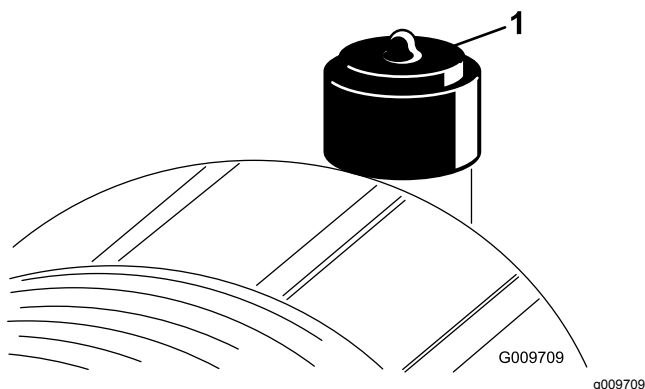

Рисунок 32
Фильтр воздухоочистителя следует обслуживать только при соответствующих показаниях индикатора необходимости технического обслуживания (Рисунок 32). Замена воздушного фильтра без необходимости ведет лишь к повышению вероятности попадания грязи в двигатель при извлечении фильтра.
8. Сбросьте индикатор (Рисунок 32), если он стал красным.